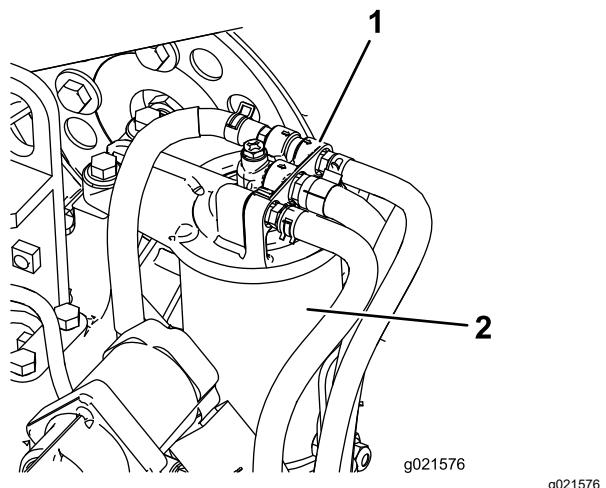

Figura 57
1. Pulite le superfici circostanti la testa del filtro del carburante (Figura 57).
2. Togliete il filtro e pulite la superficie di montaggio della testa del filtro (Figura 57).